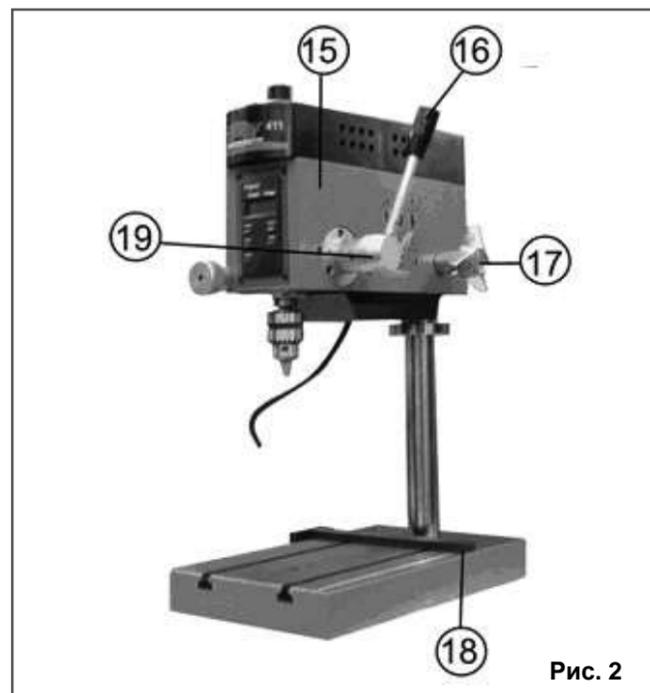

Рис. 2
7. УСТРОЙСТВО МАШИНЫ (Рис. 2, 3)
7.1. Машина состоит из следующих сборочных единиц и деталей (Рис. 2, 3)
- трещины металлоконструкции узла шпиндельной головки (15), Рис. 2;
9.1. Регулировка высоты шпиндельной головки (Рис. 2, 3)
9.2.2. Для изменения частоты вращения шпинделя следует использовать прилагаемую отвертку для выкручивания двух винтов на кожухе (9), Рис. 2. Откройте кожух и установите ремень (20) на больший диаметр шкива двигателя и меньший диаметр шкива шпинделя - для уменьшения оборотов шпинделя или на меньший диаметр шкива двигателя и больший диаметр шкива шпин-